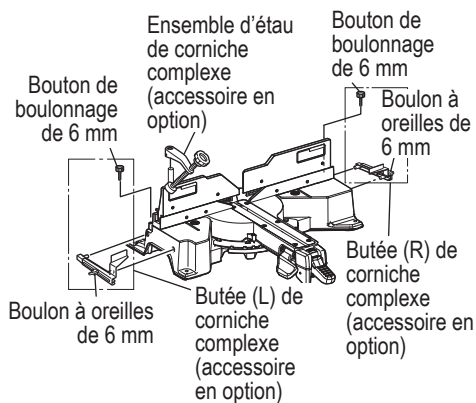

Fig. 43-a
- (1) Les butées (L) et (R) de corniche complexe (accessoire en option) permettent des coupes plus faciles de corniches complexes sans inclinaison de la lame de scie. Les installer dans le socle des deux côtés comme illustré sur la Fig 43-a. Après insertion, serrer les vis moletées de 6 mm pour maintenir en place les butées de corniche complexe.